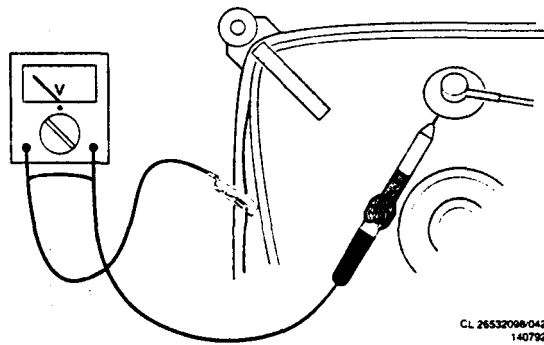

Abb. 3.1
1. Um Beschädigungen von ICs und Transistoren zu verhüten, muß jeder Hochspannungsüberschlag vermieden werden. Um eine Beschädigung der Bildröhre zu verhüten, muß zur Entladung der Bildröhre das in Abb. 3.1 angegebene Verfahren angewendet werden. Benutzen Sie einen Hochspannungstaster und ein Universalmeßinstrument (Einstellung DC-V). Die Entladung muß erfolgen, bis der Zeigerausschlag des Instruments 0 V beträgt (nach ca. 30 s).